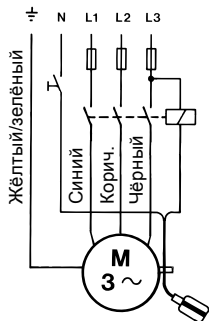

Рис. 7 Схема электрических соединений
**Трёхфазные насосы** с поплавковым выключателем (Unilift KP-A) должны быть подключены к питающей сети с помощью контактора. См. рис. 7.